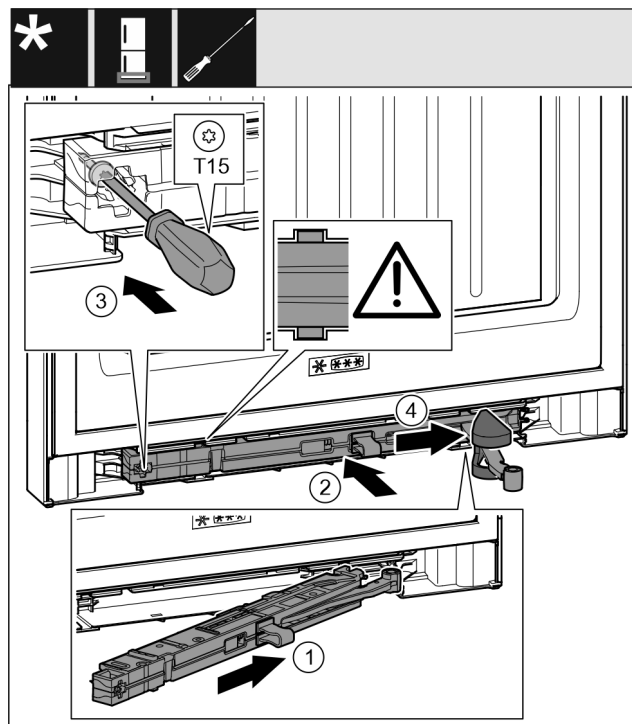

Fig. 57
- ▶ Вставьте узел амортизатора закрывания двери Fig. 57 (1) в выемку со стороны опорного кронштейна под наклоном до упора.
- ▶ Полностью вставьте узел амортизатора закрывания двери Fig. 57 (2) в выемку.
- ▶ Затяните винт Fig. 57 (3) отверткой.
- ▶ Переместите крышку Fig. 57 (4) над шарниром.